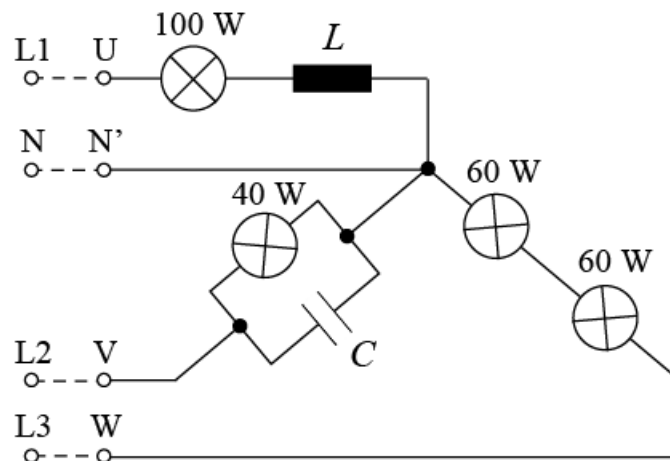

Abbildung 1: Verbraucher (komplexe Last) in Sternschaltung
6.2.1 Messen Sie den Strangstrom I_{Str} , die Strangspannung U_{Str} , die Wirkleistung P_{Str} sowie die Blindleistung Q_{Str} nacheinander für die Verbraucher in den Strängen U, V, W für das Vierleiternetz entsprechend der Schaltung in **Abbildung 1**.